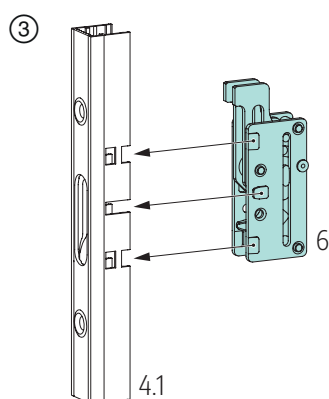

Abb. 10
③ Bei Getriebe mit Haken 4.1 die Hakenkästen 6 in das Getriebe klipsen; **Abb. 10.**